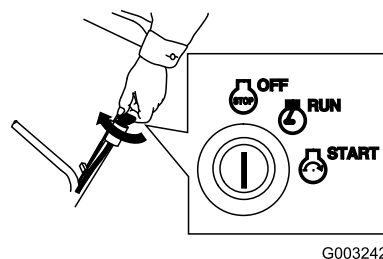

Figura 28
1. Gire la llave a la posición de Desconectado (Figura 28).